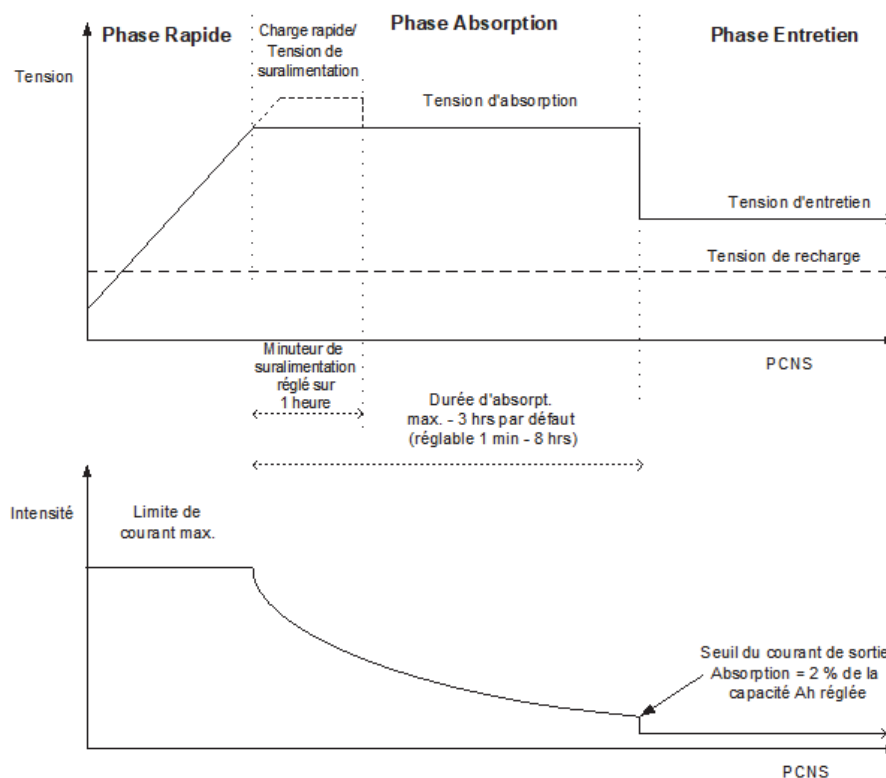
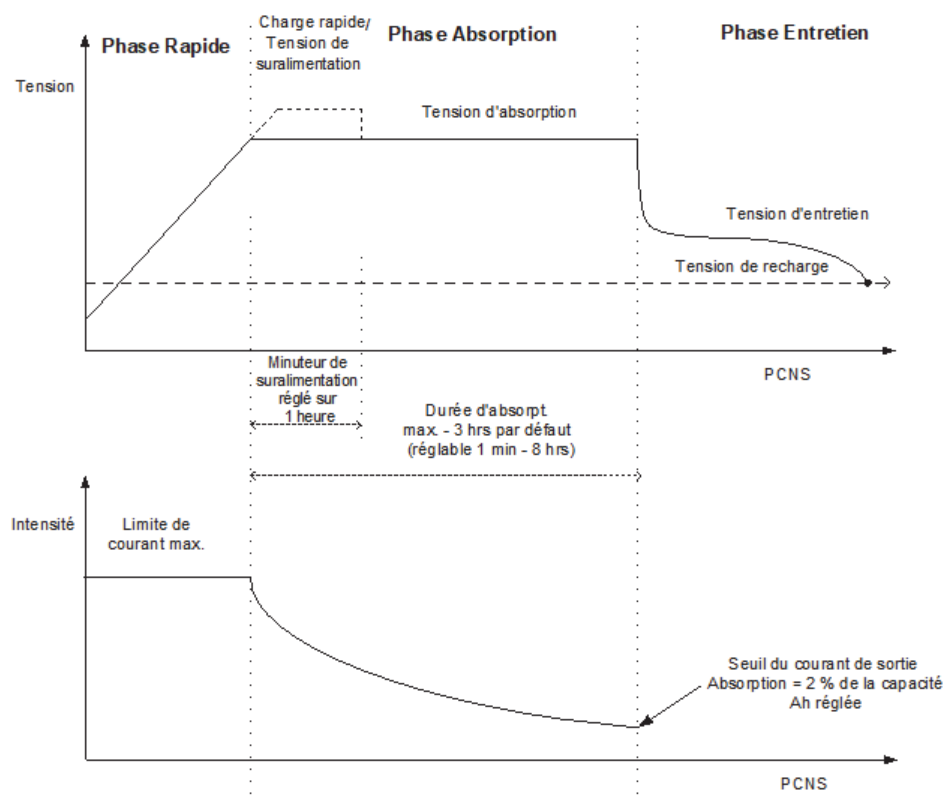

Figure 1-4 Cycle de charge des batteries en trois phases^a
Figure 1-5 Cycle de charge des batteries en deux phases
Le cycle en trois phases est plus efficace qu'une recharge avec des régulateurs de tension tout ou rien (à transistors ou à relais). La phase finale d'entretien réduit en effet le dégagement des gaz, minimise la perte d'électrolyte et garantit une recharge optimale des batteries. La Figure 1-4 montre les variations du courant et de la tension des batteries pendant le cycle de charge en trois phases.
- a. Le cycle de charge réel d'un système photovoltaïque en service pendant la recharge diffèrera probablement du cycle représenté à la Figure 1-4. En effet, l'énergie produite par un système photovoltaïque est limitée par la quantité d'énergie solaire disponible, tandis que les appareils DC branchés influent sur le courant de charge et la tension mesurée des batteries.
Remarque : Cette remarque renvoie à la Figure 1-4 et la Figure 1-5.
La charge en deux phases inclut les phases Rapide et Absorption, mais se termine par la phase Sans entretien. Figure 1-5 montre la relation entre le courant de charge et la tension de batterie pendant la charge en deux phases.